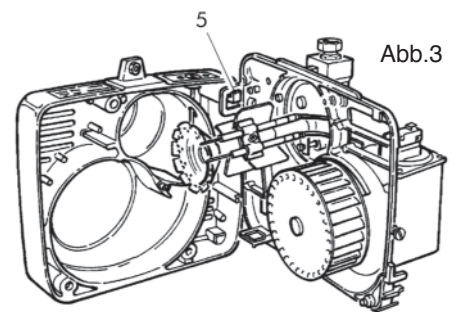

Abb.3
- Die Platte mit den Komponenten in die Wartungsposition 5 einhängen und die Wartung des Brennerkopfs durchführen (Abb.3).